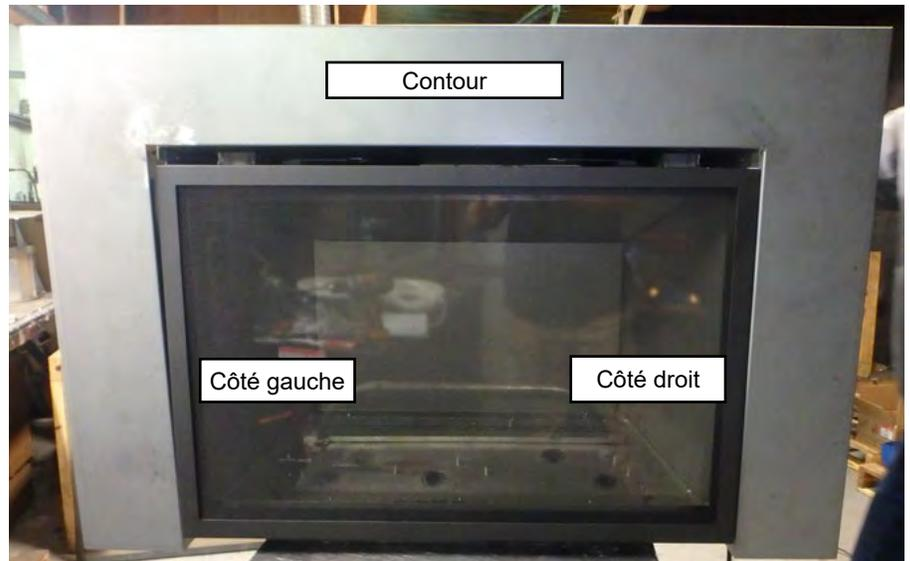

Figure 6.2.01:
*Dans ce manuel, les côtés gauche et droit sont désignés tels qu'indiqués à la **Figure 6.2.01**.